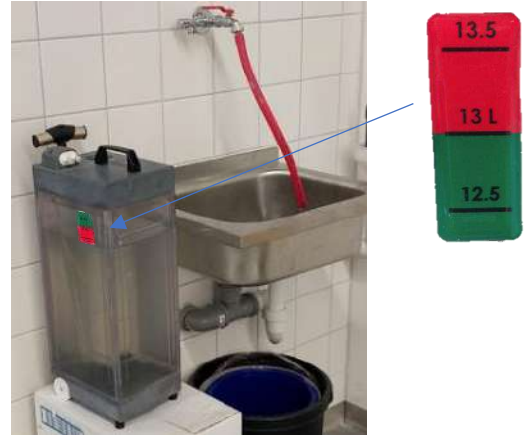

Figura 12-5
- Step 8: Encha o tanque com água fresca de osmose reversa (ou água purificada em conformidade com a norma ISO3696 (1987) Grau 2, ou ASTM (D1193-91) Tipo II, ou NCCLS (1988) Tipo II ou equivalente) à temperatura ambiente (15-25 °C). Guie-se pela linha de enchimento no reservatório. **Ver Figura 12-5.**